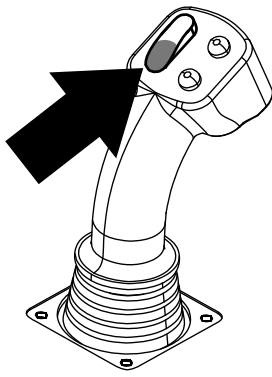
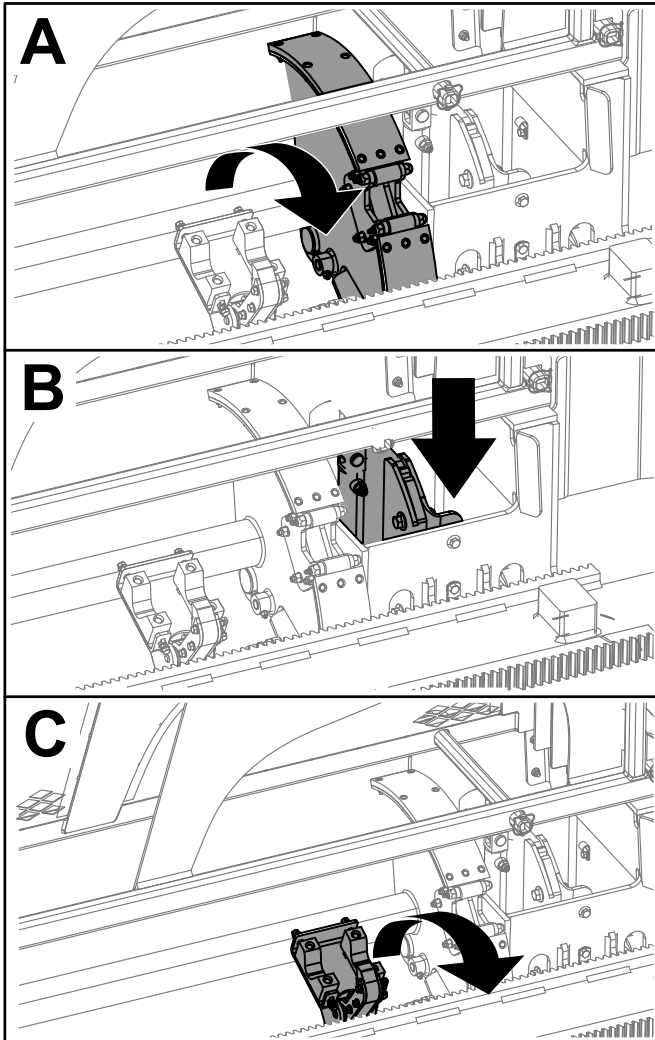

Рисунок 9
Рисунок 10
3. Удерживайте нижнюю часть перекидного переключателя (Рисунок 9) в нажатом положении, пока не будут выполнены следующие 3 действия (Рисунок 10):